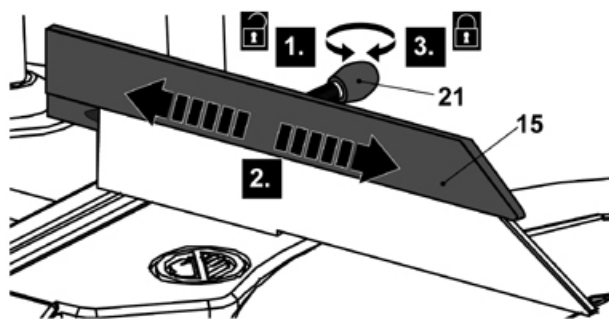

Fig. 8
- > Desaperte o manipulador de bloqueio da vedação (21) no sentido contrário ao dos ponteiros do relógio. (Fig. 8, etapa 1).
- > Deslize a vedação (15) para a posição pretendida (etapa 2). A vedação ajustável esquerda (15) pode ser removida durante o funcionamento, se necessário.
- > Aperte a pega de bloqueio da vedação (21) (etapa 3).